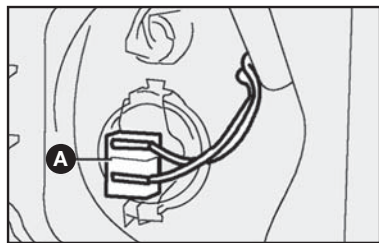

fig. 19
- 2) soltar o conector **A**-fig. 19 de alimentação da lâmpada;